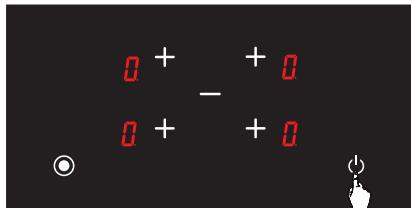

Рис. 8
- Нажмите кнопку, чтобы включить варочную панель  (см. Рис. 8).